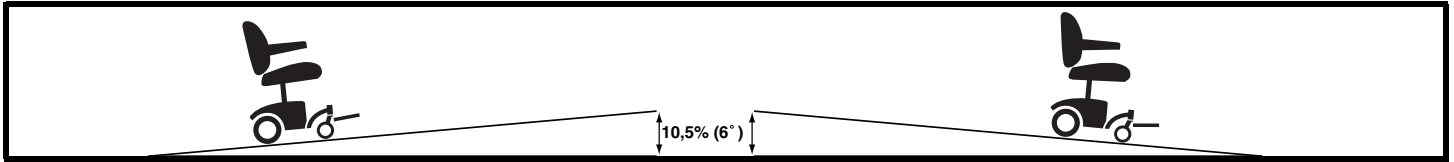

Abb. 1. Empfohlen zulässiger Neigungswinkel (Steigung oder Gefälle)
**WARNUNG!** Obwohl Ihr Elektrorollstuhl eine größere Steigung als in Abb. 1 angegeben überwinden kann, dürfen Sie unter keinen Umständen Steigungen befahren, die im Widerspruch zu den Steigungsrichtlinien stehen, oder andere Anweisungen dieses Handbuchs vernachlässigen. Dies könnte zur Instabilität Ihres Elektrorollstuhls führen.
Aus diesem Grund empfiehlt Pride, dass die maximale Steigung, die Sie mit Ihrem Elektrorollstuhl hinauf- oder hinunterfahren, 10,5% (6°) nicht übersteigen sollte. Siehe Abb. 1.